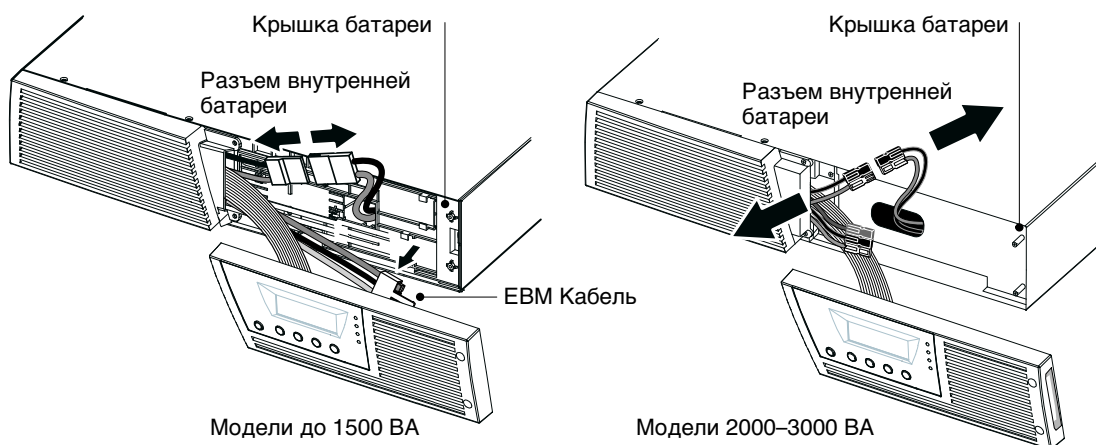
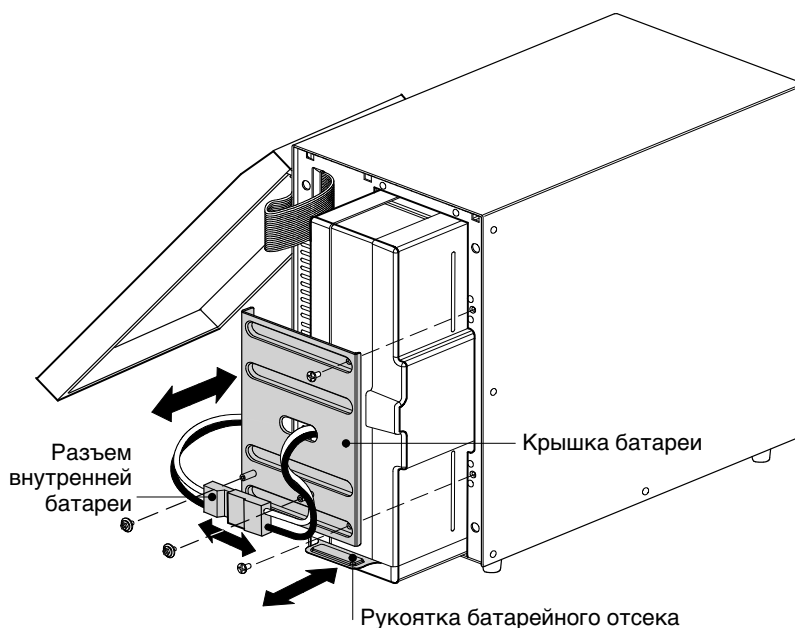

Рисунок 24. Отключение внутренних батарей ИБП (показано без EBM)
Рисунок 26. Замена внутренних батарей ИБП
ПРИМЕЧАНИЕ. В том случае, если требуется транспортировка ИБП, убедитесь в том, что ИБП отключен от сети и выключен, а затем отсоедините контакт внутренней батареи ИБП (см. Рисунок 24 на стр. 48 для моделей для монтажа в стойку или Рисунок 26 на стр. 50 для моделей типа баинья).
2. Отсоедините разъем внутренней батареи (см. Рисунок 24).
3. **Только для моделей до 1500 ВА.** Если кабель EBM не подключен к EBM, отсоедините EBM кабель и переместите его влево (см. Рисунок 24).
4. Возьмите край крышки батареи и слегка потяните его вперед. Снимите и отложите в сторону крышку батареи. Расположение крышки батареи см. на Рисунок 24.
9. **Только для моделей до 1500 ВА.** Если кабель ЕВМ не подсоединен к ЕВМ, закрепите ЕВМ его в держателе на крышке батареи (см. Рисунок 24).
- Удалите и отложите в сторону два винта, удерживающие разъем внутренней батареи. Отсоедините разъем внутренней батареи. См. Рисунок 26.